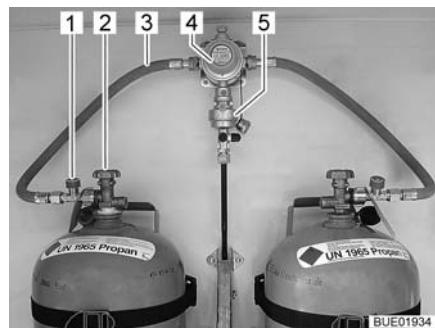
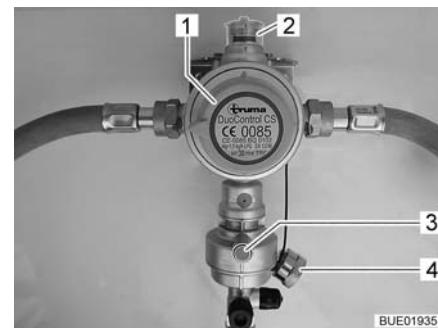

Fig. 77 Bombole del gas con DuoControl
Fig. 78 Impianto di regolazione DuoControl
L'impianto di regolazione DuoControl consiste in una valvola di commutazione (Fig. 77,4) e un sensore crash (Fig. 77,5). L'impianto di regolazione DuoControl è installato tra i tubi flessibili del gas (Fig. 77,3) con un dispositivo antirottura del tubo flessibile (Fig. 77,1). Con la manopola (Fig. 78,1) sulla valvola di commutazione è possibile stabilire quale delle bombole del gas viene utilizzata come bombola in uso e quale come bombola di riserva.
Nella finestra di controllo (Fig. 78,2) viene visualizzato lo stato del rifornimento di gas:
Il funzionamento con una sola bombola del gas è consentito, ma in questi casi il collegamento aperto deve essere assolutamente chiuso con una copertura cieca (Fig. 78,4).
Sensore crash	Il sensore crash blocca l'alimentazione del gas in caso di forti vibrazioni (es. incidente). Il sensore crash viene azionato mediante pressione del tasto reset verde (Fig. 78,3).
Dispositivo antirottura del tubo flessibile	Il dispositivo antirottura del tubo flessibile (Fig. 77,1) blocca il flusso di gas quando il tubo flessibile collegato si rompe. Il dispositivo antirottura del tubo flessibile deve essere attivato premendo il tasto verde.
Tramite la centralina di controllo (Fig. 79) è possibile attivare e disattivare l'alimentazione del gas tramite l'impianto di regolazione DuoControl. Le valvole principali di arresto (Fig. 77,2) delle bombole del gas e i rubinetti di arresto del gas degli apparecchi devono essere aperti manualmente.
- Con la manopola (Fig. 78,1) sulla valvola di commutazione selezionare la bombola del gas, da cui proviene la principale alimentazione del gas (bombola in uso). Girare la manopola fino all'arresto.
- Aprire le valvole principali di arresto (Fig. 77,2) delle bombole del gas.
- Premere il tasto verde del dispositivo antirottura del tubo flessibile (Fig. 77,1). Nella finestra di controllo (Fig. 78,2) viene visualizzato il simbolo verde.
- Chiudere le valvole principali di arresto (Fig. 77,2) delle bombole del gas.
Se la spia di controllo verde (Fig. 79,6) si spegne durante il funzionamento e la spia di controllo rossa (Fig. 79,5) si accende, significa che la bombola in uso è vuota e deve essere sostituita. Nella finestra di controllo (Fig. 78,2) viene visualizzato il simbolo rosso. La bombola di riserva continua ad alimentare le utenze a gas.
- Ruotare di mezzo giro la manopola (Fig. 78,1) in direzione della bombola del gas utilizzata. In questo modo questa bombola del gas ora è la bombola in uso, mentre la bombola del gas vuota diventa la bombola di riserva. Il simbolo nella finestra di controllo (Fig. 78,2) passa da rosso a verde.
- Chiudere la valvola principale di arresto (Fig. 77,2) della bombola del gas vuota. Osservare la direzione della freccia.
- Premere il tasto verde del dispositivo antirottura del tubo flessibile (Fig. 77,1).